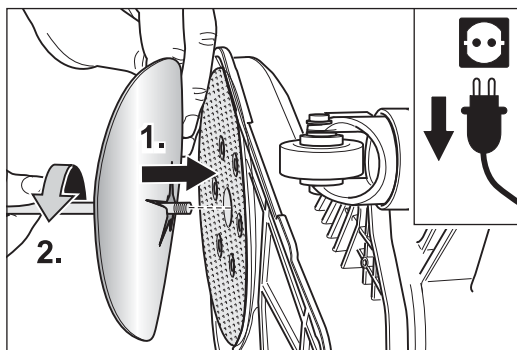

Abb. 14 Die neue Schleifscheibe auflegen (1.) und festschrauben (2.).
- 6 Legen Sie eine neue Schleifscheibe auf und stecken Sie die Schraube mit Papierspanscheibe in die Bohrung des Schleiftellers (Abb. 14, 1.).
- 7 Drehen Sie die Schraube mit Hilfe des Universalschlüssels in den Schleifteller (Abb. 14, 2.). Achten Sie darauf, dass die Schleifscheibe möglichst mittig auf dem Schleifteller befestigt wird.